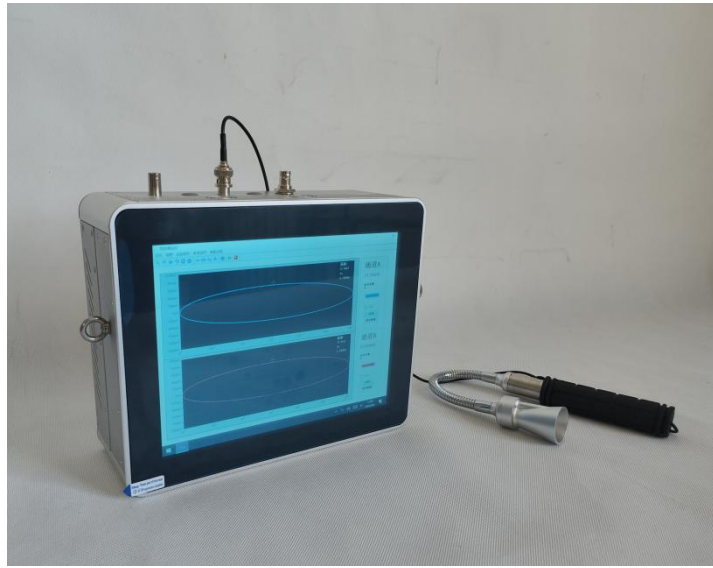

图 6.6
3、此传感器主要用在对高压开关柜进行非接触式局部放电检测，具体操作如下：超声波聚能器连接方式：将超声波聚能器同轴电缆 BNC 端连接主机 CH1（如图 6.6 所示）。